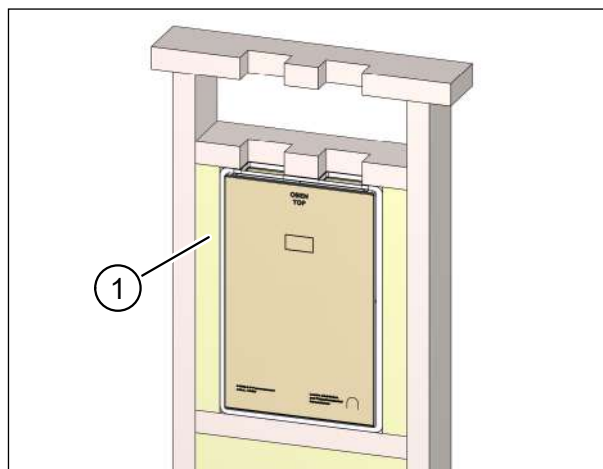

Fig. 54: Riempimento delle cavità intorno alla cassetta a muro con materiale isolante
- Riempire di materiale isolante o altri materiali di riempimento adeguati le cavità tra la cassetta a muro e la costruzione con montanti, senza interruzioni (pos. 1 nella Fig. 54). Assicurarsi tuttavia che le aperture per aria estratta e aria inserita sul lato superiore della cassetta a muro non vengano coperte.